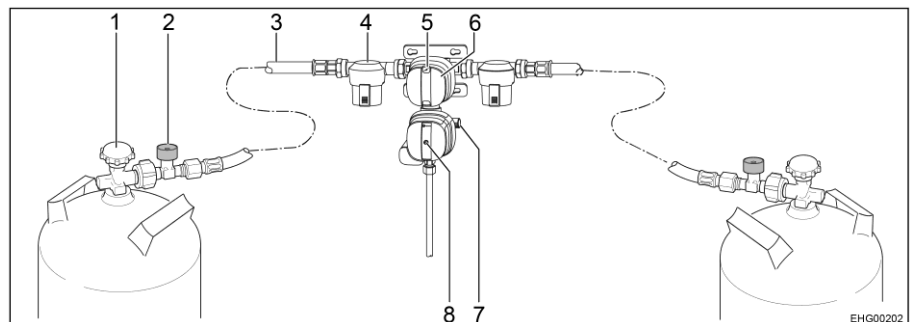

Fig. 86 Système de réglage de la pression de gaz de sécurité DuoControl CS
Le système de réglage DuoControl se compose d'une valve de commutation et d'un capteur de crash. Le système de réglage DuoControl est monté entre les tuyaux haute pression (Fig. 86,3) avec une sécurité de rupture de tuyau (Fig. 86,2). Un bouton rotatif (Fig. 86,6) situé sur la valve de commutation permet de définir laquelle des bouteilles de gaz est celle de service et laquelle est celle de réserve.
L'état de l'alimentation en gaz est affiché sur le regard (Fig. 86,5) :
Le capteur de crash coupe l'arrivée du gaz en cas de secousses importantes (par exemple accident). L'état de service du capteur de crash est reconnaissable à la position du bouton Reset jaune (Fig. 86,8) :
- Quand le bouton Reset jaune (Fig. 86,8) est enfoncé, le capteur de crash est opérationnel.
- Quand le bouton Reset jaune (Fig. 86,8) n'est pas enfoncé, le capteur de crash **n'est pas** opérationnel. Mise en service voir ci-dessous.
La sécurité de rupture de tuyau (Fig. 86,2) coupe l'arrivée de gaz quand le tuyau raccordé se rompt. La sécurité de rupture de tuyau s'active en appuyant sur la touche verte.
- Choisir la bouteille de gaz avec le bouton rotatif (Fig. 86,6) de la valve de commutation à partir de laquelle le gaz sera utilisé principalement (bouteille de service). Toujours tourner le bouton rotatif à fond.
- Ouvrir les robinets principaux (Fig. 86,1) des bouteilles de gaz.
- Appuyer sur la touche verte de sécurité de rupture de tuyau (Fig. 86,2) pendant environ 5 secondes. Le repère vert est affiché sur le regard (Fig. 86,5).
- Quand le capteur de crash s'est déclenché (le bouton Reset jaune (Fig. 86,8) n'est pas enfoncé) :
Enfoncer fermement le bouton Reset (Fig. 86,8), le tourner légèrement dans le sens des aiguilles d'une montre et le maintenir environ 5 secondes enfoncé. S'assurer que le bouton Reset reste en position enfoncée ("opérationnel").
- Fermer les robinets principaux (Fig. 86,1) des bouteilles de gaz.
Le voyant de contrôle vert (Fig. 87,6) s'éteint durant le fonctionnement et le voyant de contrôle rouge (Fig. 87,5) s'allume quand la bouteille de service est vide et doit être remplacée. Le repère rouge est indiqué sur le regard (Fig. 86,5) de la bouteille de gaz correspondante. La bouteille de réserve alimente les appareils à gaz.
- Tourner le bouton rotatif (Fig. 86,6) à fond en direction de la bouteille de gaz actuellement utilisée. Cette bouteille de gaz devient alors la bouteille de service, la bouteille vide devient celle de réserve. Le repère dans le regard (Fig. 86,5) passe du rouge au vert.
- Fermer le robinet principal (Fig. 86,1) de la bouteille de gaz vide. Observer le sens de la flèche.
- Appuyer sur la touche verte de la sécurité de rupture de tuyau (Fig. 86,2).